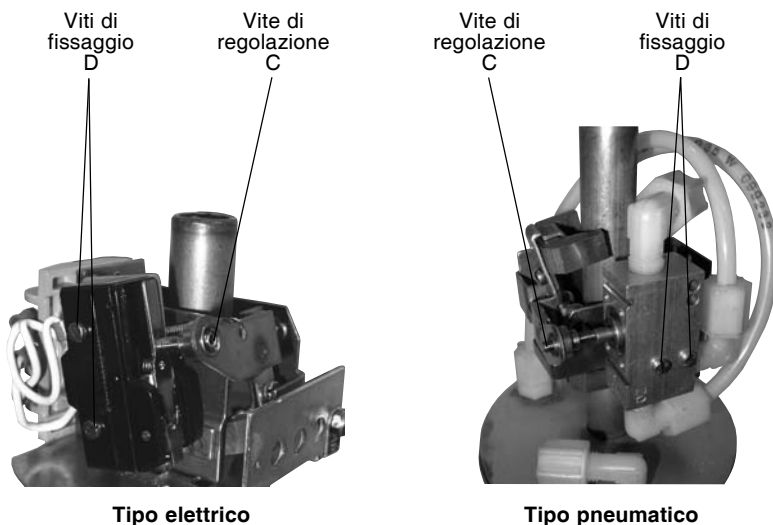

Fig. 7 - Interruttori elettrico e pneumatico
- 2 - Togliere le 2 viti di fissaggio "D" (vedi fig. 7 tipo elettrico) e rimuovere l'interruttore.
- 4 - Muovere manualmente il braccio porta-magnete assicurandosi che l'interruttore sia adeguatamente azionato cioè apra e chiuda regolarmente; agire se necessario sulla vite "C", vedere fig. 7 tipo elettrico.
- 2 - Togliere le 2 viti di fissaggio "D" (fig. 7 tipo pneumatico) e rimuovere la valvola.
- 4 - Muovere manualmente il braccio porta-magnete assicurandosi che l'interruttore sia adeguatamente azionato cioè apra e chiuda regolarmente; agire se necessario sulla vite "C", vedere fig. 7 tipo pneumatico.
Verificare l'allineamento tra la vite di regolazione "C" e la leva di azionamento del microinterruttore (fig. 7 tipo elettrico). Accertarsi che il microinterruttore commuti regolarmente azionando manualmente il braccio porta-magnete.
Verificare l'allineamento tra la vite di regolazione "C" e il pulsante di comando della valvola (fig. 7 tipo pneumatico).